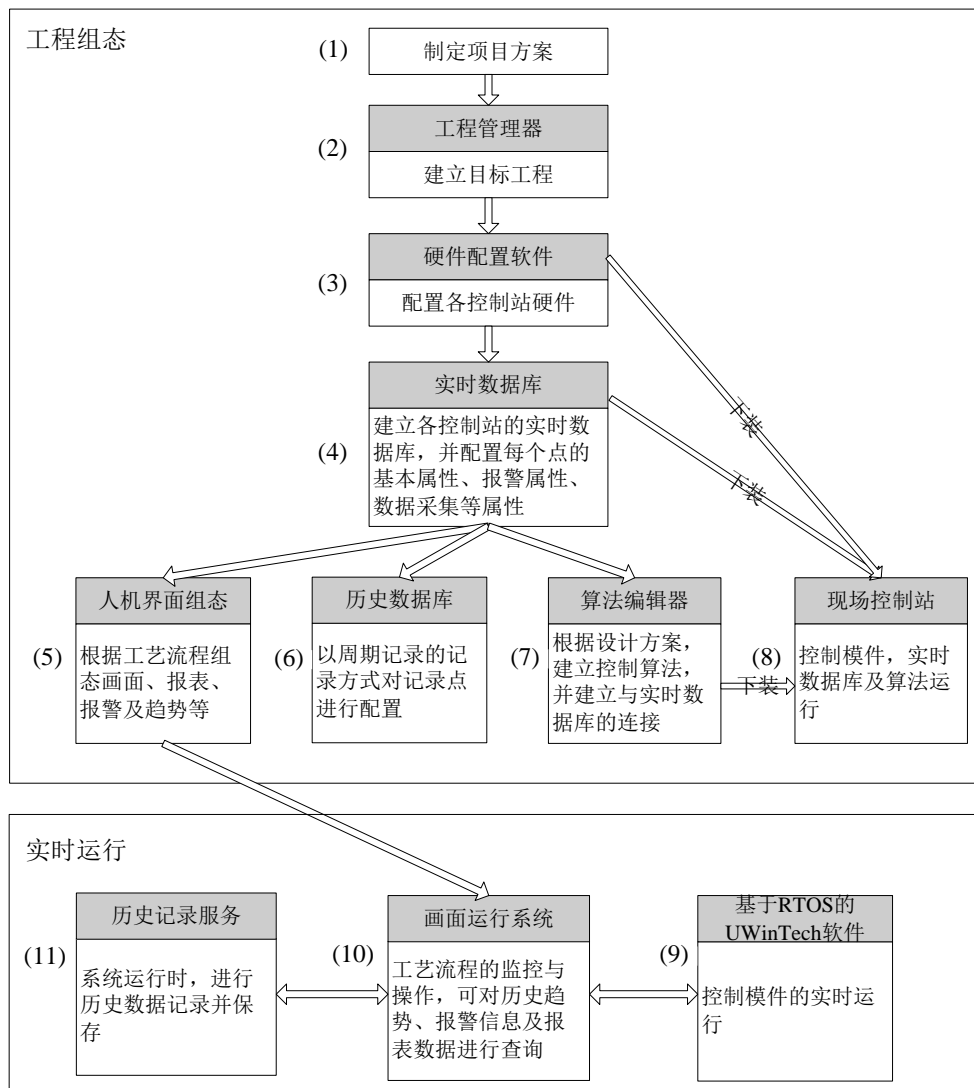

图 2-1 组态流程
UWinTech Pro 控制工程应用软件平台给用户提供的的是一个通用的系统组态和运行控制平台，目标应用系统需要通过系统组态软件组态产生。系统组态后将产生应用系统的实时数据库、控制算法目标程序、监控流程图、历史数据库以及各类报表文件。具体组态流程如图 2-1 所示。
实际图 2-1 中的 (3)、(4)、(5)、(6)、(7) 步在组态时是可以并行进行的，无明确的先后顺序。且对于具有多个控制站的工程，可以分别由多个人来组态每个控制站的数据库、算法、流程图等，然后再利用组态软件提供的导入导出功能合并成为一个系统工程。下面分别对每个主要步骤的内容及相关概念作进一步说明。